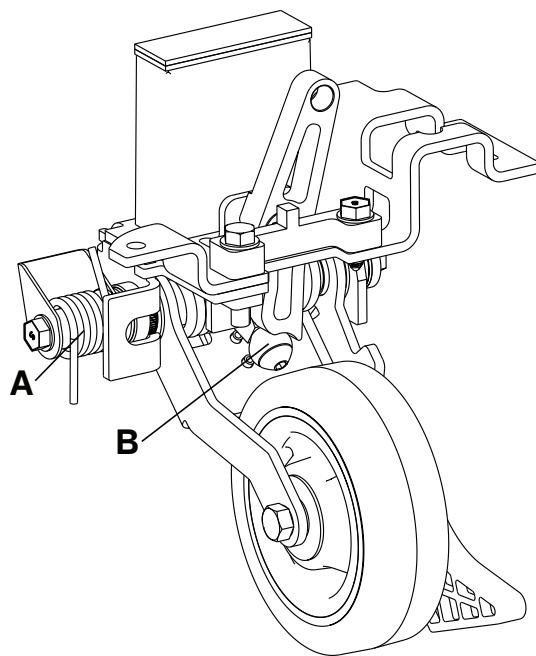

**Рисунок 22 – Смазка убирающегося пятого колеса**
3. Нанесите смазку MPG-3 на пружину (A) и роликовый механизм (B) (Рисунок 22).